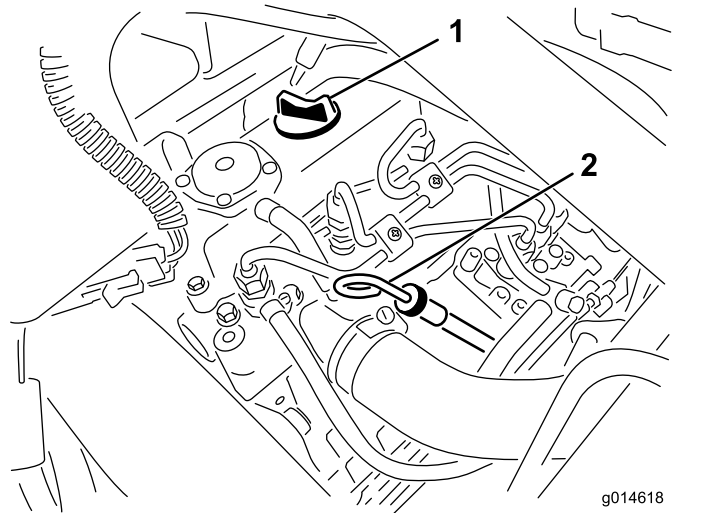

Figura 28
2. Retire la varilla y límpiela con un paño limpio (Figura 28). Introduzca la varilla en el tubo asegurándose de que entre a fondo. Retire la varilla del tubo y verifique el nivel de aceite. Si el